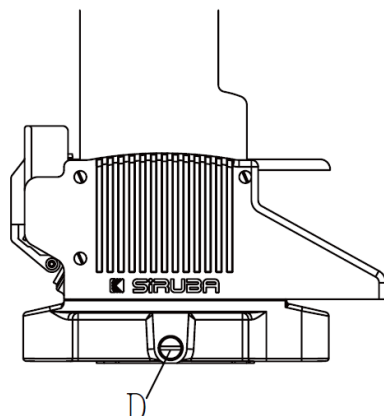

Fig. 31/Fig.31
1. Ослабьте винт D и затяните его после того, как слили масло из машины. (рис.31)